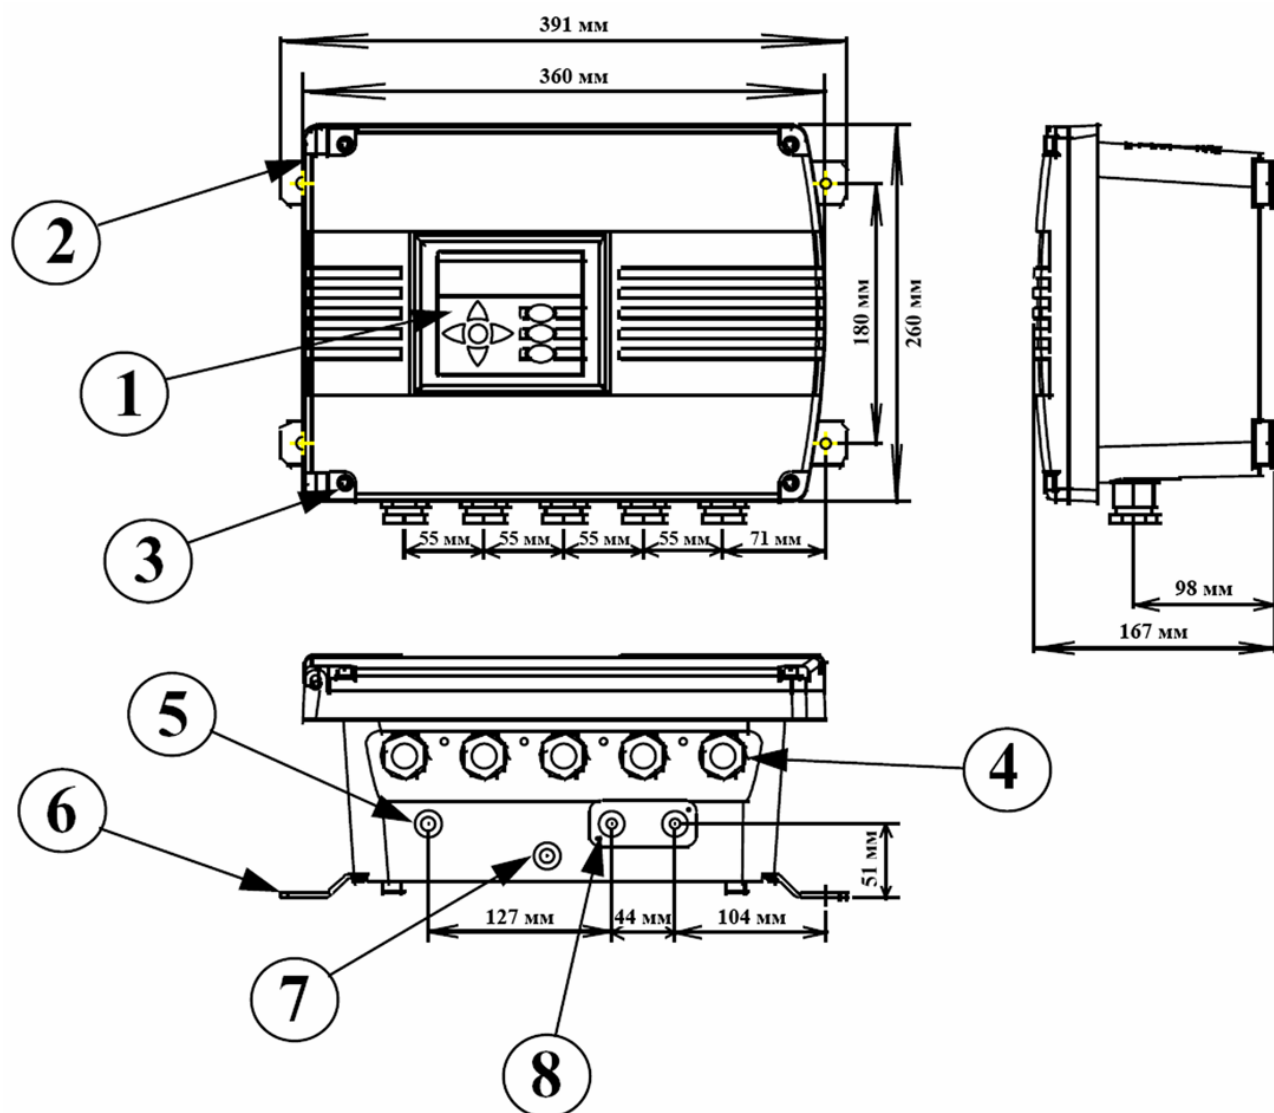

Рис. 15. Внешний вид блока электроники и расположение основных элементов.
Внешний вид блока электроники и расположение элементов показаны на рис. 15. Цифрами на рисунке обозначены:
Если блок электроники устанавливается во взрывоопасной зоне либо в зоне, где возможно появление агрессивных газов, следует подвести к фитингу (8), показанному на рис. 15. Предполагается, что сжатый воздух будет подводиться по трубке диаметром 1/8", однако, могут быть использованы переходники для трубок другого диаметра. Расход зависит от требований и нормативов, существующих на предприятии и ряда других факторов. Если продувка используется только для предотвращения попадания агрессивных газов внутрь корпуса блока электроники, следует установить расход равным 50—100 мл/мин при избыточном давлении 50—100 мм водяного столба.